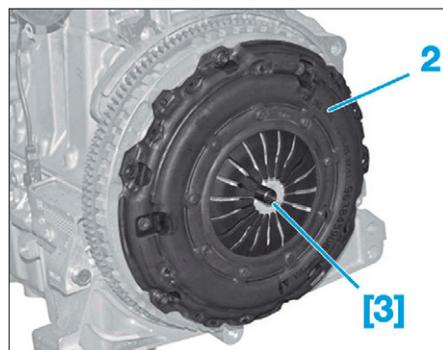

FIG. 4
- Reposer le mécanisme d'embrayage (2) (Fig.4).